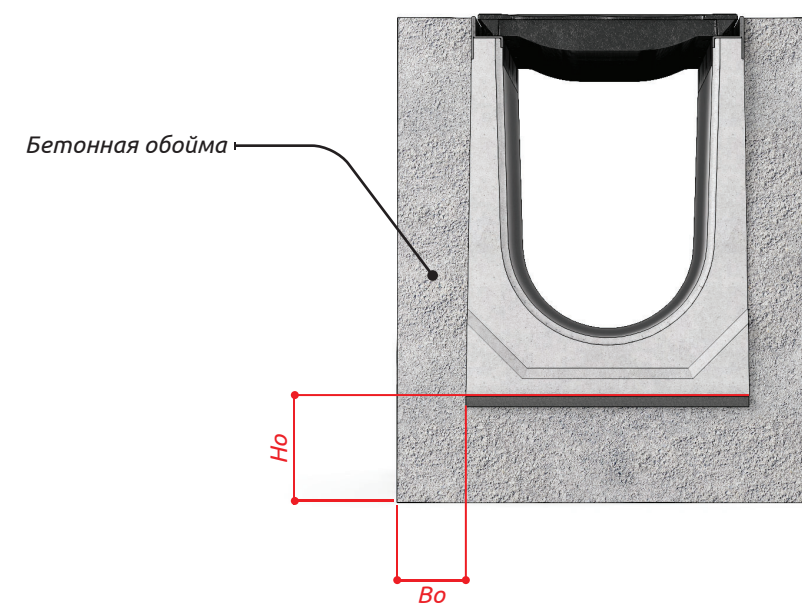

Рис. 8. Размеры бетонной обоймы.
7.1.5 Толщина бетонного основания и ширина обоймы зависит от воспринимаемой нагрузки на лоток при эксплуатации (Табл.1) и (Рис.8). Укладку бетона производить до уровня, на 10 мм ниже проектной отметки подошвы лотка (Рис.8).